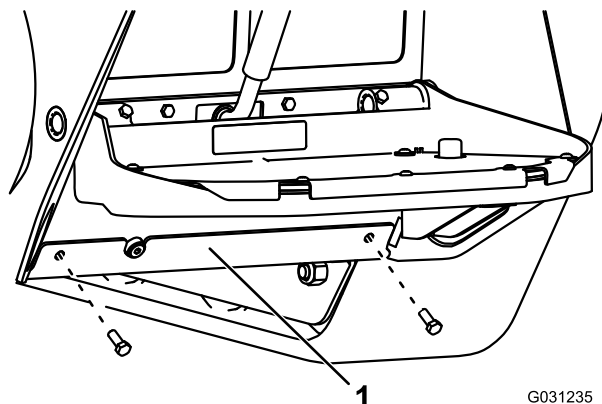

Figure 61
3. Enlevez les 2 boulons de fixation de la plaque inférieure et déposez la plaque (**Figure 61**).
7. Posez la plaque inférieure (**Figure 61**).